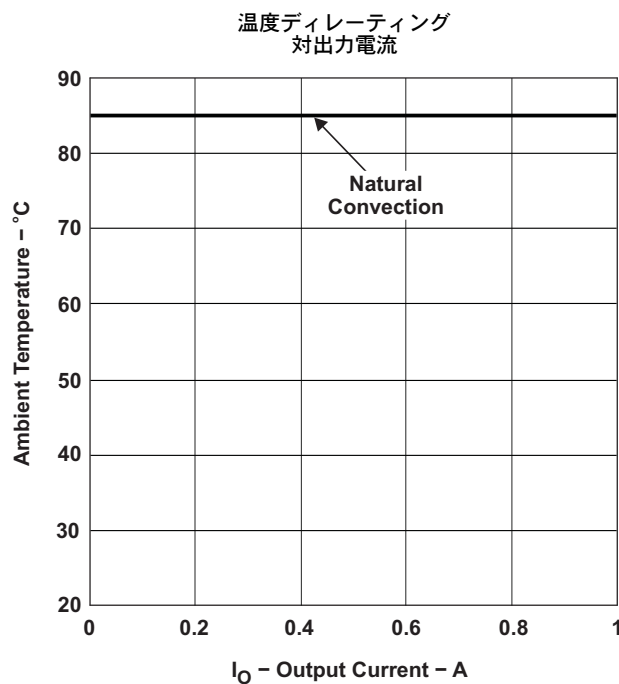

図 12.
- (6) 温度ディレーティング曲線は、内部コンポーネントがメーカーの指定した最大動作温度以下になる条件を表します。ディレーティング制限は、2オンス (56.69 グラム) の銅を使用した、 $100\text{mm} \times 100\text{mm}$ の両面PCBに直接半田付けされたモジュールに対して適用されています。表面実装パッケージの場合は、電源ピンの周辺に放熱用の複数のビア (メッキされたスルーホール) が必要です。詳細については、メカニカル・データを参照してください。図 12 に対して適用されます。